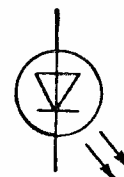

Рис. 11
**Светодиод** — полупроводниковый прибор, способный излучать свет при подключении его к источнику тока. Нормальный режим работы светодиода обеспечивается последовательным подключением с ним резистора. Обозначение светодиода показано на рис. 11.